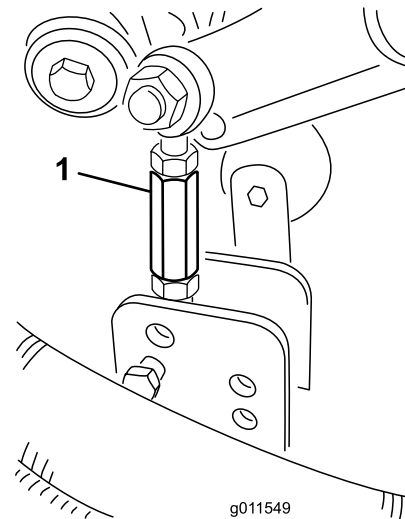

Figura 27
- Togliete le coppiglie ed i perni con testa che fissano le connessioni dell'ammortizzatore alle staffe del piatto di taglio (Figura 27).